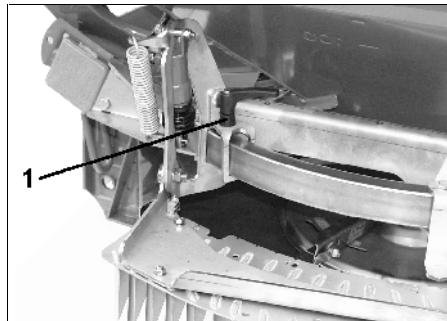

Рис. 43
- Для этого отпустите рукоятку зажима (Рис. 43/1).